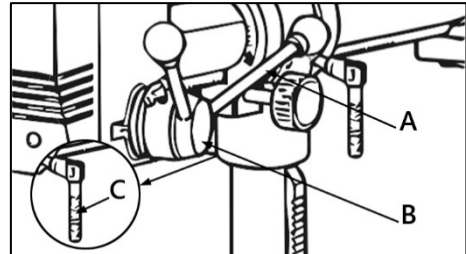
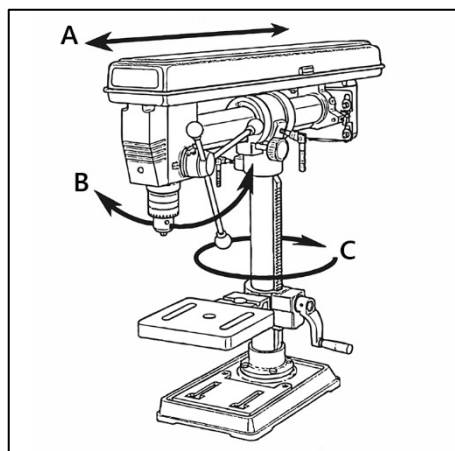
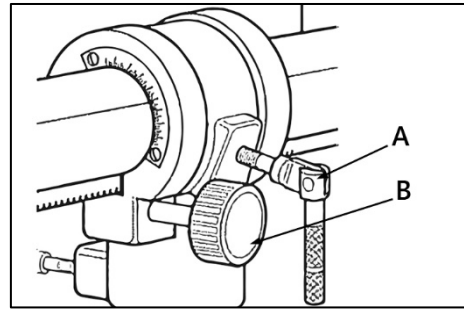
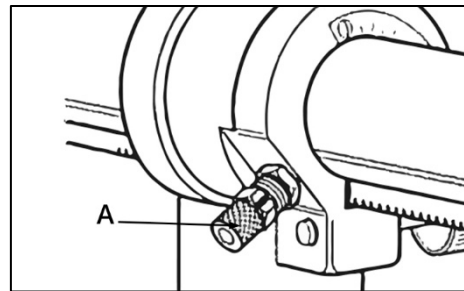

Рисунок 9.
Рисунок 19.
Рисунок 20.
Рисунок 21.
Аккуратно поднимите сверлильную головку и наденьте ее на колонну до упора. Выровняйте головку относительно стола и основания. Затяните рукоятку фиксации (C) (рис. 9) на левой стороне кронштейна сверлильной головки.
Для горизонтального перемещения (А) сверильной головки (рис. 19), ослабьте рукоятку фиксации А (рис. 20) и поворачивайте ручку (В) до достижения необходимого результата. Затяните фиксатор (А).
Для наклона (В) сверильной головки (рис. 19), ослабьте фиксатор А (рис. 20). Затем оттяните пружинный штифт А (рис. 21) и поверните сверильную головку под необходимым углом. Затяните рукоятку А (рис. 20).
Для поворота (С) сверильной головки вокруг колонны (рис. 19), ослабьте рукоятку фиксации С (рис. 9), поверните головку. Затяните рукоятку.